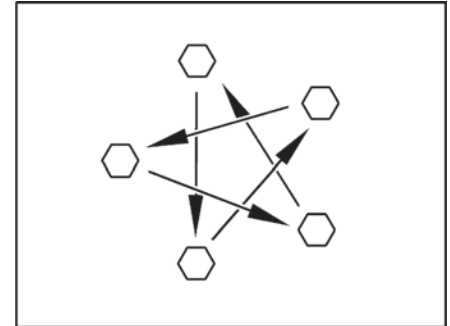

Fig. 115 Serrare a croce i dadi o i bulloni delle ruote
- Controllare regolarmente il serraggio dei dadi o delle viti delle ruote. Regolare a croce (Fig. 115) il serraggio dei dadi o delle viti di una ruota sostituita dopo circa 50 km.
- ▶ Serrare a croce i dadi o i bulloni delle ruote (Fig. 115).